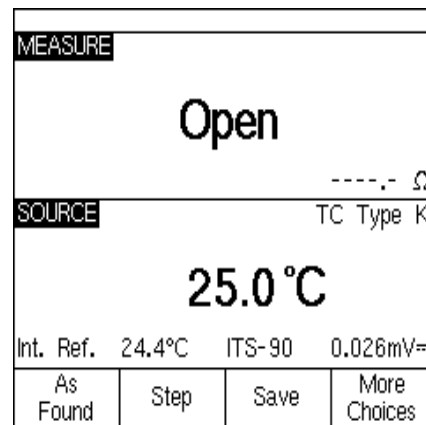

Figura 2. Pantalla dividida MEASURE/SOURCE, contactos abiertos.
- e. Presione la tecla "MEAS/SOURCE" para obtener la visualización de la pantalla dividida. La pantalla 74X debe verse como en la figura 2.